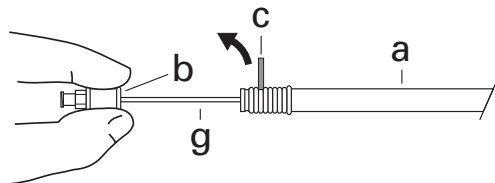

Fig. 5
3. Hold muffen (b) på metalkanylen (g) immobil. Den røde sikkerhedslås (c) fjernes for at anlægge stenten. (Fig. 5)